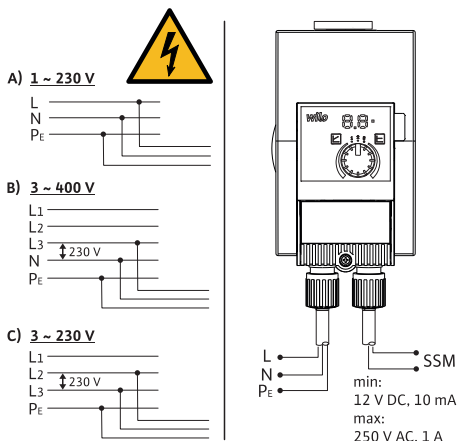

Fig. 3: Mogućnosti priključivanja
- Priključivati na niskonaponske mreže od 230 V. Pri povezivanju na IT mreže (Isolet Terre oblik mreže) obavezno osigurati da napon između faza (L1–L2, L2–L3, L3–L1 → Fig. 3) ne prelazi 230 V. U slučaju greške (spoj sa uzemljenjem) napon između faza i PE ne sme da prelazi 230 V.